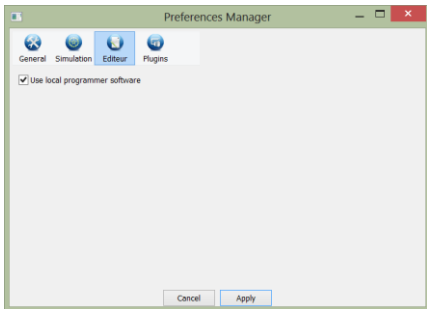

FIGURE 30 : PRÉFÉRENCES D'ÉDITION.
- **volet Éditeur** (Figure 30) : La seule configuration possible pour l'éditeur du code concerne le choix d'utiliser un éditeur externe ou non. Si la case à cocher est activée, l'éditeur de code local de DEVSimPy sera utilisé par défaut à chaque fois que le code d'un modèle de type *.py* sera édité par l'utilisateur. Si cette case n'est pas cochée, un pop-up sera proposé à l'utilisateur pour qu'il choisisse d'utiliser ou non l'éditeur local. Dans le cas des modèles de type *.amd* ou *.cmd*, il n'y a qu'une seule alternative, c'est l'éditeur local qui est proposé. Cela est dû au fait que ce genre de modèles sont des archives et que seul l'éditeur local de DEVSimPy est capable de mettre à jour le fichier Python contenu dans l'archive ;